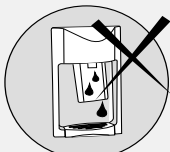

Figura 61
- Solo retire el tanque dispensador hasta que no haya flujo de agua por la válvula (figura 61)